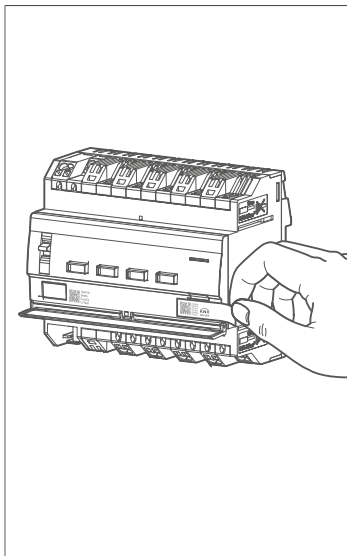
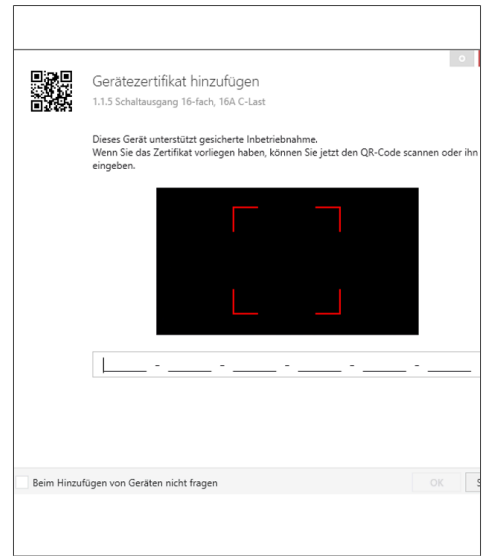

Bild 8: Gerätezertifikat vom Gerät entfernen (Abbildung ähnlich)
Bild 10: QR-Code manuell eingeben
- 2 Das Gerätezertifikat (QR-Code) eingeben (siehe Bild 10) oder scannen (siehe Bild 8) bzw. dem Projekt in der ETS hinzufügen.